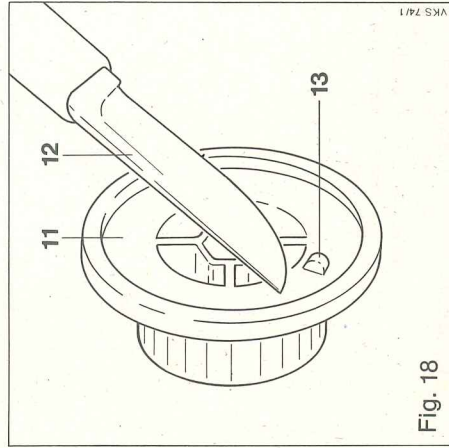

Fig. 18
- Desmontar el botón giratorio (11) del regulador de temperatura de caldera. Fig. 18.
- Quitar la leva de tope (13) del botón giratorio (11) con una herramienta (12) adecuada.
- Montar el botón giratorio (11) en el regulador de temperatura de caldera.